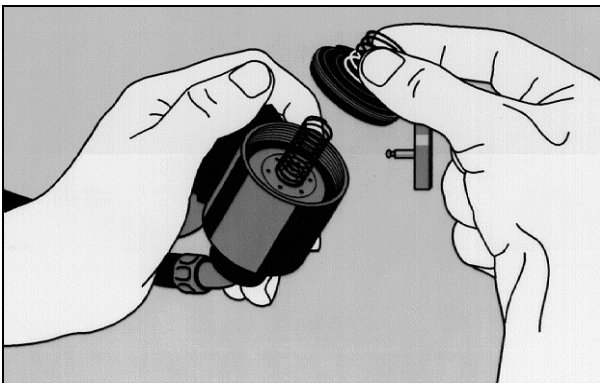
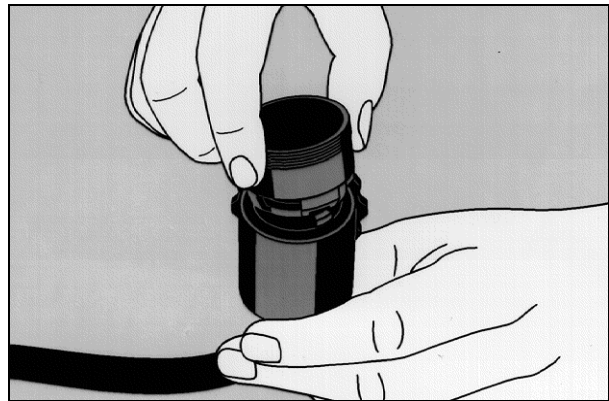

Bild 6
Bild 7
- Schalterunterteil aufsetzen (korrekte Lage der Überdruckfeder kontrollieren) (Bild 6) und ohne zu verkanten gefühlvoll mit der Kappe einschrauben, bis die Membran im Gehäuse dichtet (Bild7).